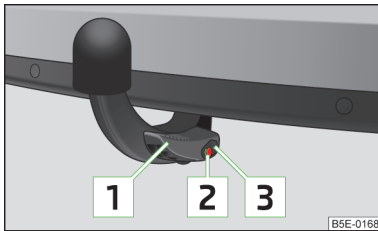

Abb. 149
- ✓ Der Hebel **1** befindet sich ganz oben » Abb. 149.